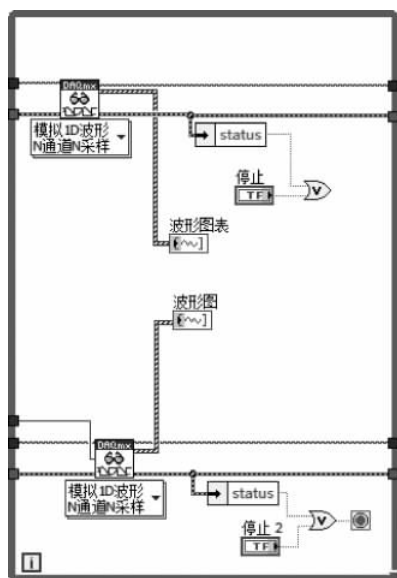

图 3-25 两个循环合并后的程序框图
(1) 删除一个“While 循环”函数,将其内部的部分粘贴至另一个循环内,并将原来的线重新接在原位,如图 3-25 所示。